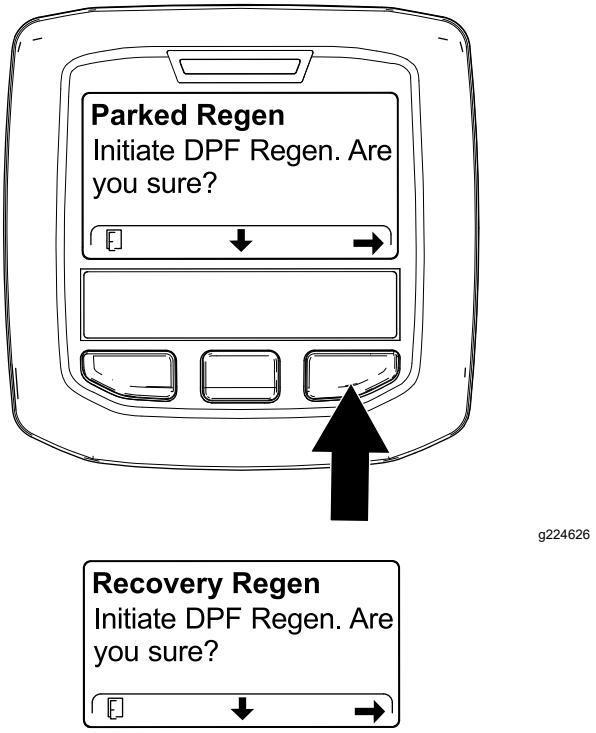

Figure 67
4. Sur l'écran INITIATE DPF REGEN (lancer régén. du FAP), appuyez sur le bouton droit pour continuer (Figure 67).